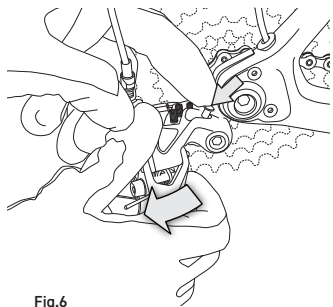

Fig.6
• **DESBLOQUEO:** Después de haber realizado el procedimiento de montaje de la rueda trasera, gire ligeramente el cambio en sentido horario y, al mismo tiempo, presione el pulsador de desbloqueo y acompañe el cambio a la posición de funcionamiento (Fig. 6).